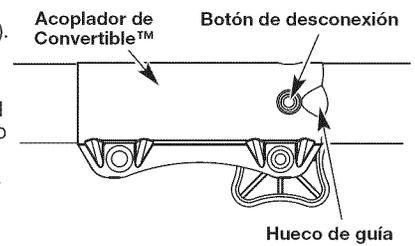

Fig. 6
**NOTA:** La alineación del botón de desconexión con el hueco de guía facilitará la instalación (Fig. 6).
- Opima y sostenga el botón de desconexión (Fig. 6).